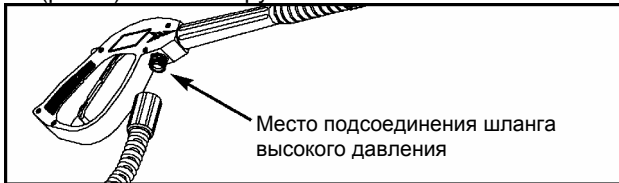

Рис. 4. Подсоединение шланга высокого давления к водяному пистолету
1. Размотайте шланг высокого давления и установите один конец шланга в основание водяного пистолета (рис. 4). Затяните рукой.